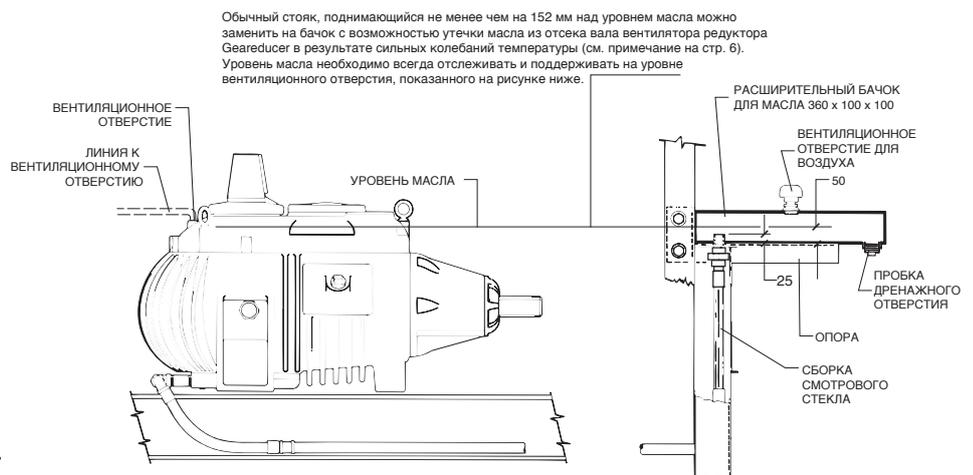

Рис. 1
2. Соберите и установите расширительный бачок на стояк смотрового стекла (см. рис. 1). На рисунке отражены пропорции расширительного бачка и его положение относительно уровня масла. Целью является обеспечение расширения масла в связи с изменением температуры после заливки во избежание переполнения отсека вала вентилятора. Бачки малого размера подходят для небольших установках редуктора Geareducer, сохраняя при этом отношение глубины и высоты подъема в 100 мм.
Используйте ту же процедуру, что и для редуктора Geareducer с внешним датчиком уровня и сливными линиями. Потребуется установить внешний датчик и сливную линию или трубу и стояк, что позволит установить расширительный бачок снаружи цилиндра вентилятора, см. рис. 1.